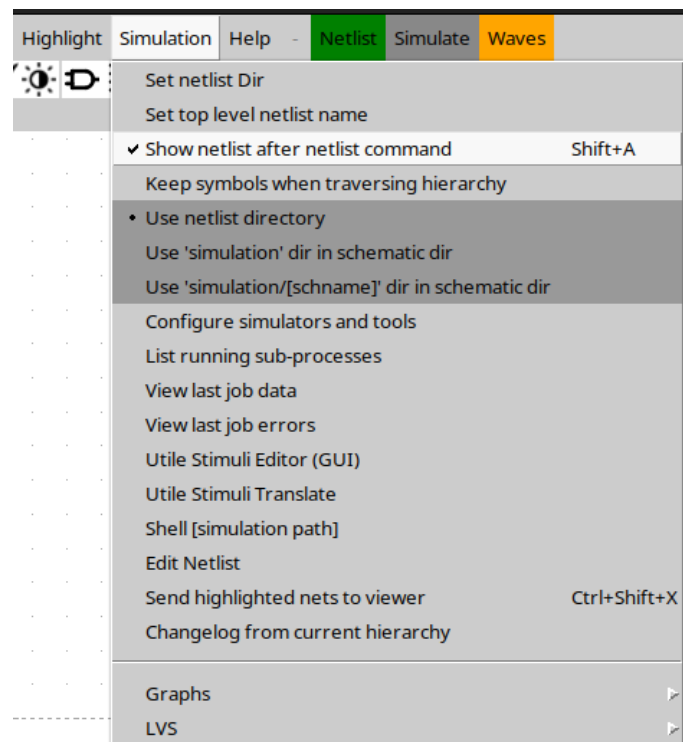
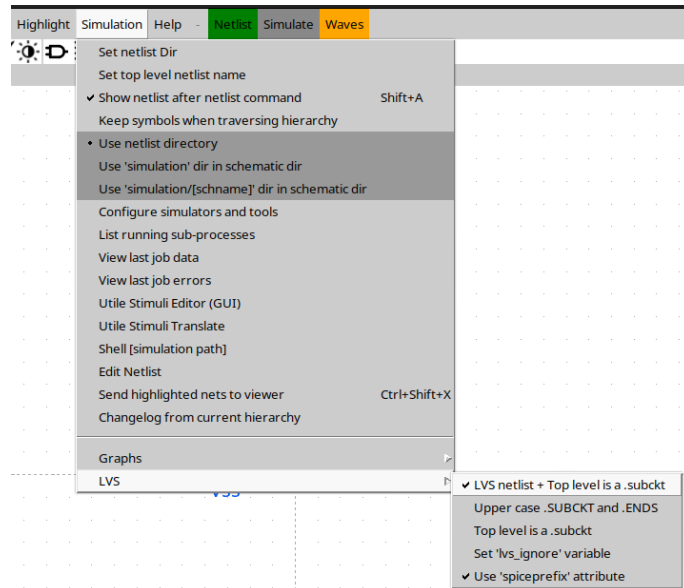

Figura 39: Simulation → show netlist after netlist command.
Figura 40: LVS → LVS netlist + Top level is a .subckt.
2. Prepare el netlist del esquemático. Para ello tiene que dirigirse a **xschem** y desde el archivo **inversor.sch** hacer clic en la opción **Simulation** y tildar **show netlist after netlist command** (figura 39). Luego desde la opción **LVS** tildar **LVS netlist + Top level is a .subckt** (figura 40).